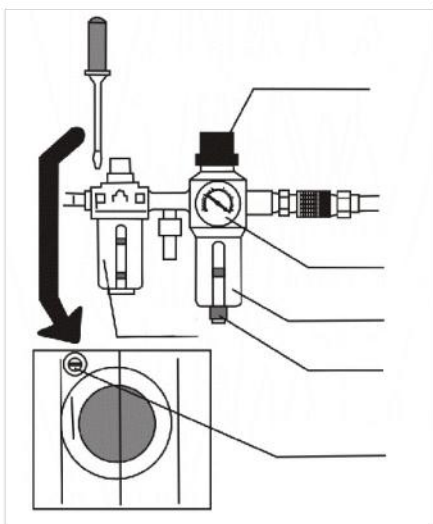

Fig. 14
- Voir Fig. 14 : 1- Lubrificateur ; 2- Filtre ; 3-Régulateur